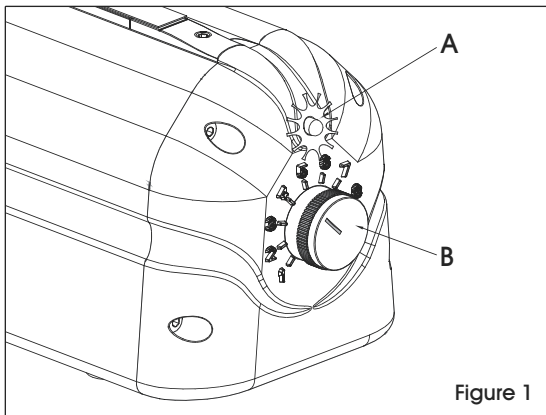

Figure 1
1. Placez le bouton du régulateur (B) au le plus bas réglage (réglage n° 1). (Voir Figure 1)